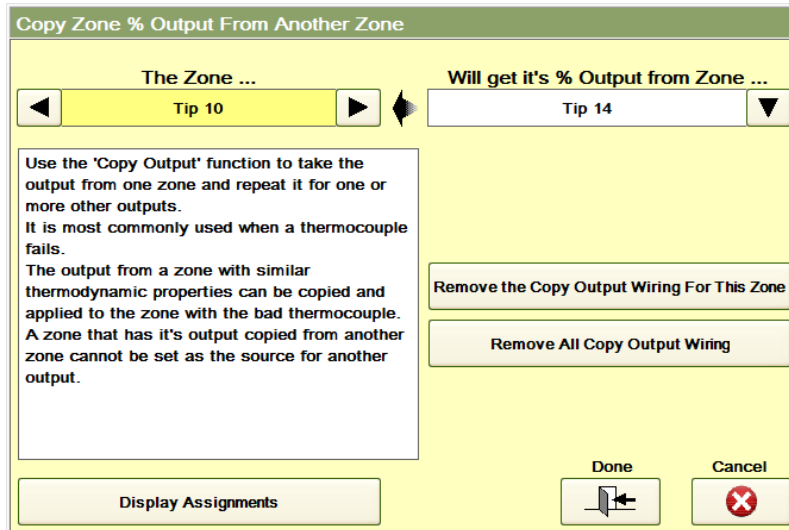

Abbildung 17c Prozentualen Zonenoutput kopieren
Output kopieren: Drücken Sie diese Taste, um sich den in Abbildung 17c dargestellten Bildschirm anzeigen zu lassen. Diese Funktion wird zumeist beim Verlust eines Thermoelements oder wenn kein Thermoelement vorhanden ist, verwendet. Der prozentuale Outputwert einer jedweden Zone kann auch für weitere Zonen verwendet werden. In dem Beispiel in Abbildung 12j kann der prozentuale Outputwert von Zone 10 mithilfe der folgenden Vorgehensweise auch für Zone 14 verwendet werden:
- 1) Wählen Sie die Zone, deren Output kopiert werden soll (Düse 10 in Abbildung 17c), aus.
- 2) Wählen Sie die Zone, in die der Output kopiert werden soll (Düse 14 in Abbildung 17c).